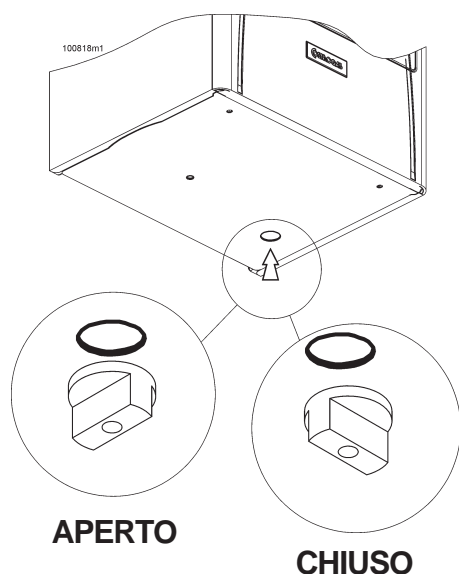

Figura 36 - Rubinetto di carico
- Aprire il rubinetto di carico (vedi figura 36) per un quarto di giro in senso antiorario;
- Chiudere il rubinetto di carico (vedi figura 36) per un quarto di giro in senso orario.
normale funzionamento dell'impianto il rubinetto di carico (vedi figura 36) deve rimanere sempre in posizione di chiusura.